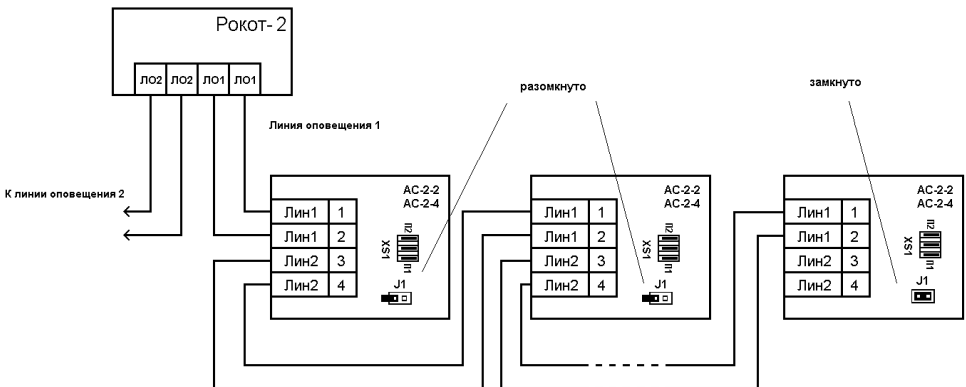

**Рис. 3** Схема электрическая «АС-2-1»
**Для нормальной работы функции контроля линии оповещения акустические системы сторонних производителей следует подключать через дополнительные RC-цепи (см. рис.3).**